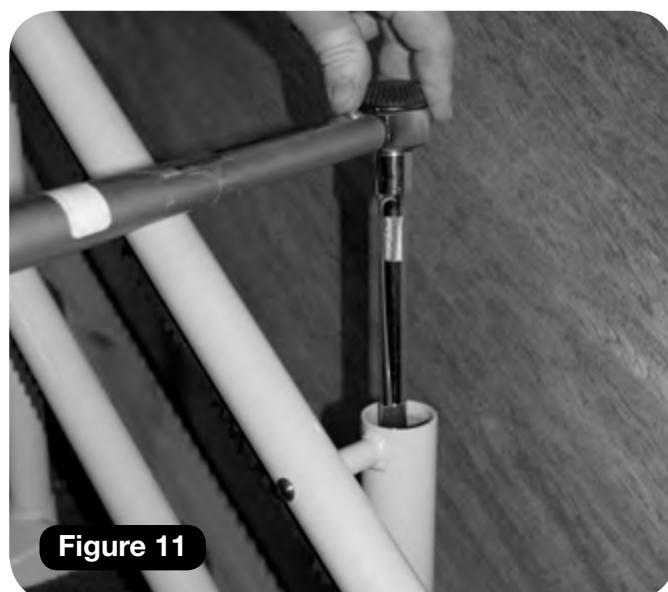

Figure 11
- 7 Vérifiez la hauteur de tous les montants puis serrez les montants (**Figure 11**).